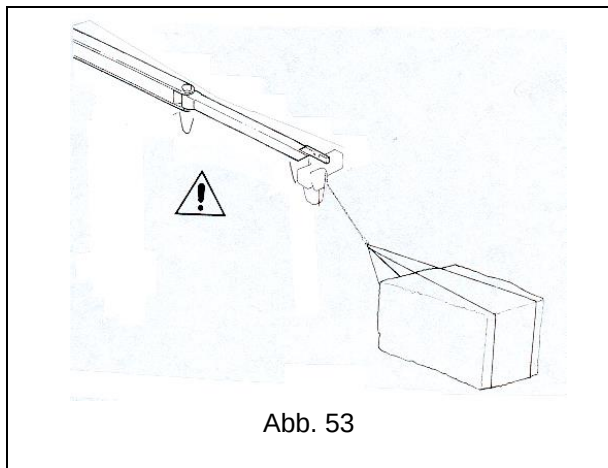

Abb. 53
- **Bei Hebevorgängen** muss der Bediener es vermeiden, den Haken auf den Boden oder auf die zu hebenden Lasten zu legen, um zu vermeiden, dass die Kette durchhängt. Züge in Schrägrichtung sind mit der Kette unbedingt zu vermeiden, da sie immer gefährlich und schlecht zu kontrollieren sind. (Abb. 53).